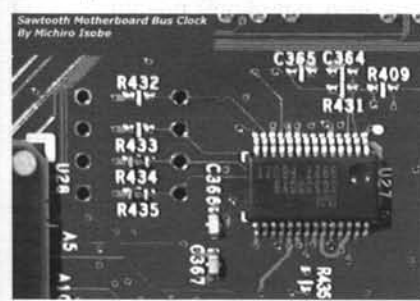

рис.5
**Bus clock** – перемычки для изменения частоты шины. На рис.5 показано положение данных перемычек.